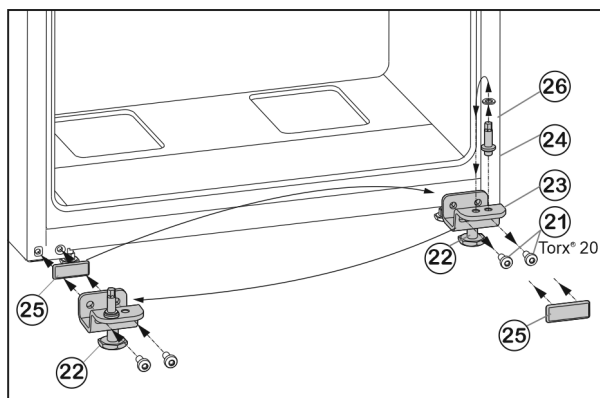

Fig. 9
- ▶ Odvijte pritrdilna vijaka *Fig. 9 (21)*.
- ▶ Odstranite ležajni podstavek spodaj *Fig. 9 (23)* skupaj z osovino ležaja *Fig. 9 (24)*, podložko *Fig. 9 (26)* in nastavljivo nogo *Fig. 9 (22)*.
- ▶ Odvijte osovino ležaja *Fig. 9 (24)* skupaj s podložko *Fig. 9 (26)* in jo prestavite v nasprotno odprtino ležajnega podstavka ter močno privijte.
- ▶ Previdno snemite pokrovček *Fig. 9 (25)* in ga prestavite na nasprotno stran.
- ▶ Ležajni podstavek spodaj *Fig. 9 (23)*, skupaj z osovino ležaja *Fig. 9 (24)*, podložko *Fig. 9 (26)* in nastavljivo nogo *Fig. 9 (22)*, ponovno **dobro (s 4 Nm)** privijte na novo stran tečajev vrat, po potrebi z akumulatorskim izvijačem.
- ▶ Vrata od zgoraj nasadite na ležajni sornik *Fig. 9 (24)*.
- ▶ Nastavljivo nogo *Fig. 9 (22)* na ležajnem podstavku spodaj *Fig. 9 (23)* odvijte, dokler ne stoji trdno na tleh.